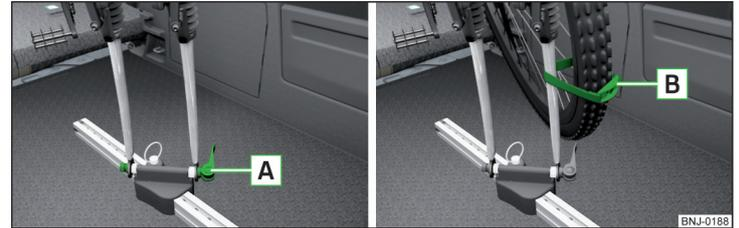

Fig. 113 Colocar la horquilla delantera de la bicicleta en el soporte / ejemplo de fijación de la rueda delantera
- Aflojar el tensor rápido **A** » fig. 113 en el soporte y ajustarlo según el ancho de la horquilla de la bicicleta.
- Fijar la rueda delantera con la correa **B** en la horquilla delantera » fig. 113 o en el cuadro.